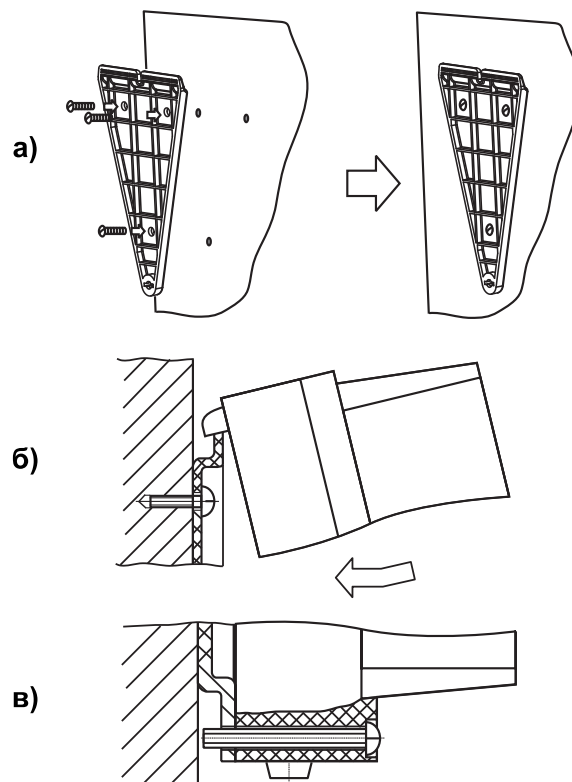
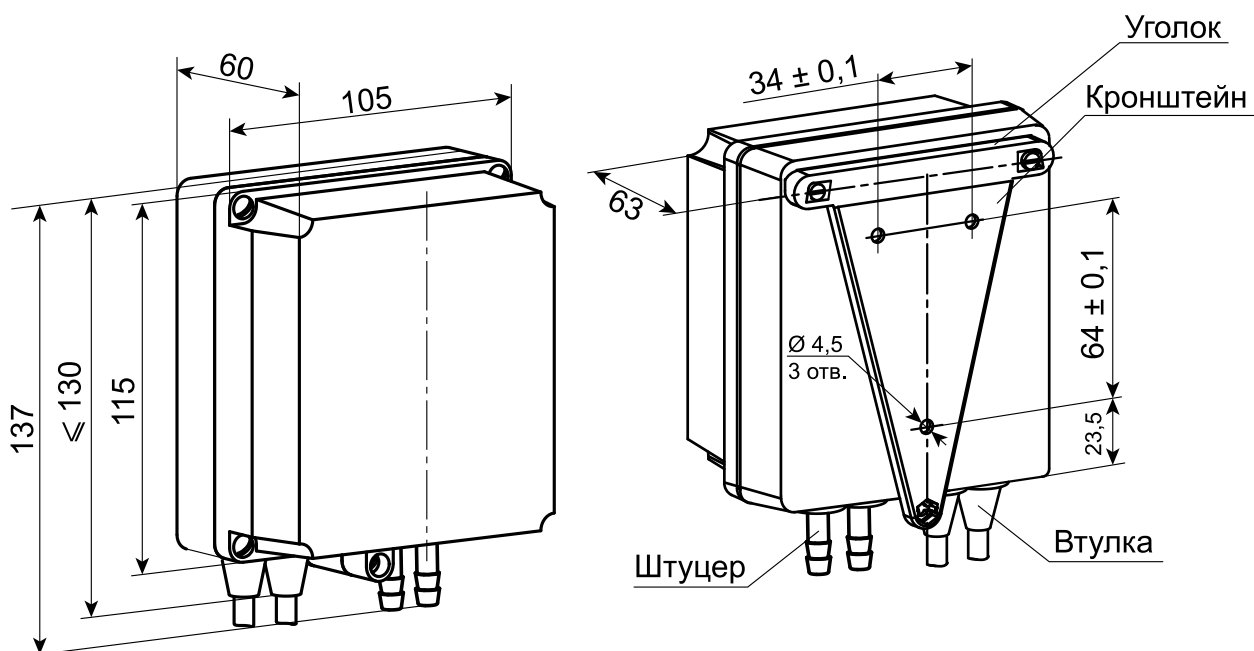

Рисунок 4.2 – Монтаж преобразователя настенного крепления
Рисунок 4.3 – Габаритные и установочные размеры преобразователя настенного крепления
1. Закрепить кронштейн тремя винтами М4×20 на подготовленной поверхности, см. рисунок 4.3 и рисунок 4.2, а.
3. Прикрепить преобразователь к кронштейну винтом М4×35 из комплекта поставки (рисунок 4.2, в).